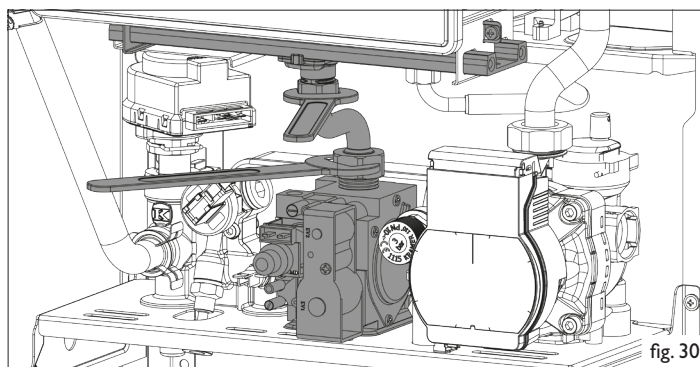

fig. 30
- Allentare i dadi del tubo che collega il collettore del bruciatore alla valvola gas (fig. 30).